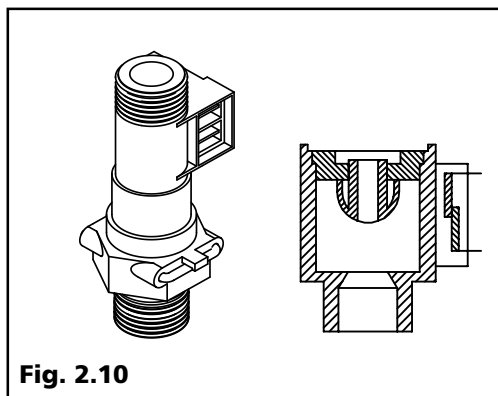

Fig. 2.10
4) Nuovo flussostato (Fig. 2.10): dispositivo in grado di rilevare la presenza del flusso dell'acqua tramite un galleggiante composto da un otturatore in teflon, con un set-